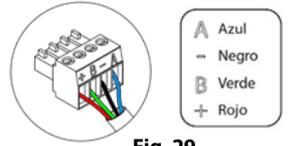

Fig. 29
Para la conexión con el termostato ^⑤ dispone de una borna de 4 pines. Fije los cables con los tornillos de la borna respetando el código de colores (Fig. 29).